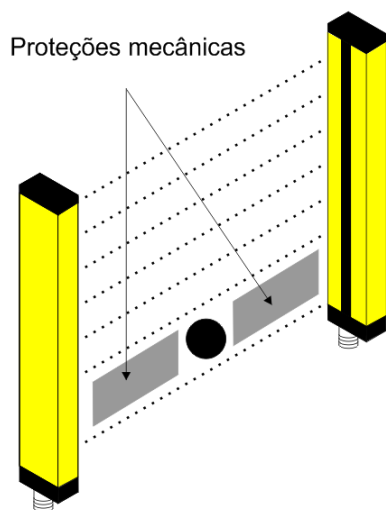

Figura 4
9. Inserir novamente o parafuso para proteção da programação efetuada (figura 4). Ao termino da programação o LED azul irá piscar conforme a programação efetuada, 1, 2 ou 3 vezes, respectivamente para programação efetuada com 1, 2 ou 3 feixes.